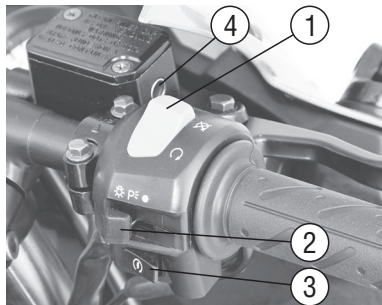

Рис. 6. Блок переключателей на руле правый и главный тормозной цилиндр
**Стоп-двигатель** (рис. 6 поз. 1) имеет два фиксированных положения:
**Выключатель световых приборов** (рис. 6, поз. 2) имеет три фиксированных положения:
- ☞ **Кнопка электростартера** (рис. 6, поз. 3) служит для запуска двигателя.